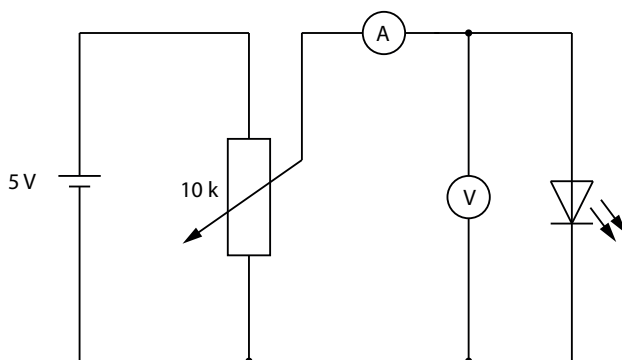

Abbildung 3: Schaltung zur Messung der Schwellenspannung von LEDs
3. Bauen Sie folgende Schaltung (Abb. 3) auf und messen Sie für alle LEDs die jeweilige Sichtschiwellenspannung U_{Sicht} . Beginnend bei $U_{\text{LED}} = 0 \text{ V}$ ¹, drehen Sie dann die Spannung mit dem 10-Gang Potentiometer langsam hoch und beobachten Sie dabei das Einsetzen der Lumineszenz der LED im Dunkeln durch den Tubus.